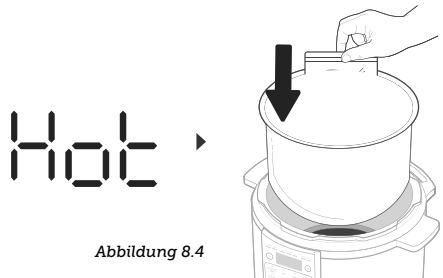

Abbildung 8.4
- 9. Wenn das Display „HEISS“ anzeigt, nehmen Sie den Deckel ab und tauchen Sie die Lebensmittel vorsichtig in den Innentopf. [Abbildung 8.4]